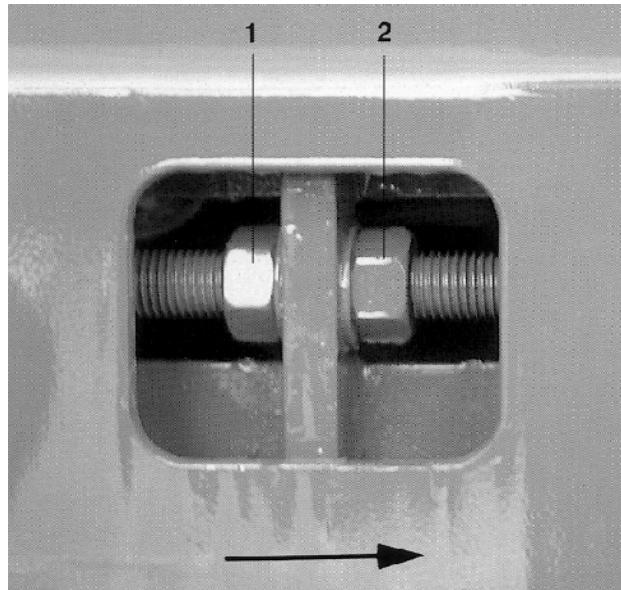

Рис. 61
1. Если смотреть в направлении движения (смотрите направление стрелки) открутите с обеих сторон контргайки (Рис. 61/1). Левое вращение.
2. Если смотреть в направлении движения (смотрите направление стрелки) с обеих сторон равномерно проверните шестигранные гайки (Рис. 61/2) против часовой стрелки.
Ход регулировки шестигранной гайки (Рис. 61/2) с обеих сторон ленточного транспортера должен быть одинаковым. Обе шестигранные гайки (Рис. 61/2) не проворачивать более чем на 1/2 поворота ключа. Затяните контргайки и проверьте, равномерно ли движется транспортерная лента.